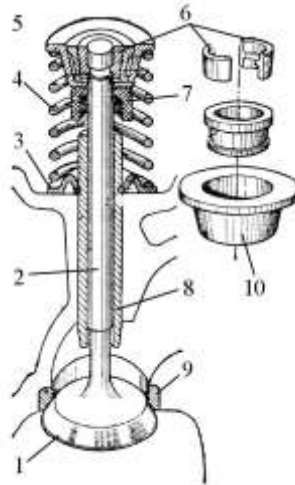

Рис. 2
9. Якою цифрою на рис. 2 позначені сухарики?